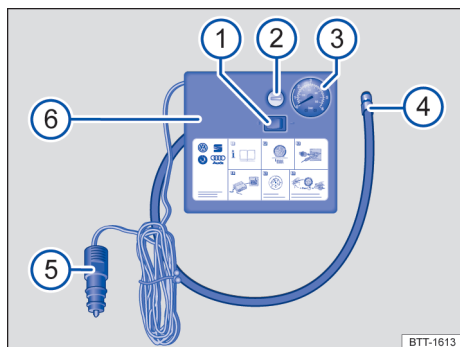

Fig. 240 Representação esquemática: compressor do kit de reparo de furos.
O compressor do kit de reparo de furos é composto pelos seguintes elementos → Fig. 240:
- Rosqueie fixamente a mangueira de enchimento dos pneus → Fig. 240 ④ do compressor de ar na válvula do pneu.
- Verifique se o bujão de descarga de ar → Fig. 240 ② está fechado.
- Acople o conector de 12 V → Fig. 240 ⑤ a uma tomada 12 V do veículo → Página 192.
- Ligue o compressor de ar com o comutador liga / desliga → Fig. 240 ①.
- Deixe o compressor em funcionamento até alcançar uma pressão de 2,0 a 2,5 bar (29-36 psi / 200-250 kPa) → ⚠. **Não o deixe funcionar mais de 8 minutos** → ①.
Volte a rosquear a mangueira de enchimento dos pneus → Fig. 240  e verifique a pressão do pneu no indicador .